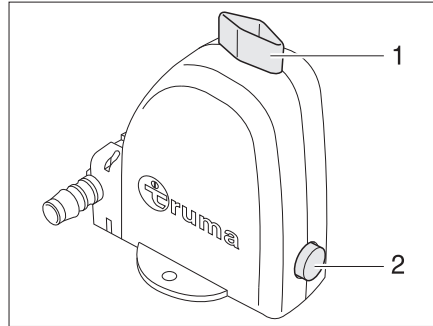

Fig. 199 Válvula de seguridad/purga de la caldera - posición abierta
La caldera está equipada con una válvula de seguridad/purga (Fig. 199). La válvula de seguridad/purga evita que el agua de la caldera se congele cuando no esté conectada la calefacción en caso de helada.
- Cerrar la válvula de seguridad/purga. Para ello, tirar hacia arriba del interruptor de asidero (Fig. 199,1).
- Abrir la válvula de seguridad/purga. Para ello, presionar hacia abajo el interruptor de tirador (Fig. 199,1). La caldera se vacía hacia fuera a través de la válvula de seguridad/purga.